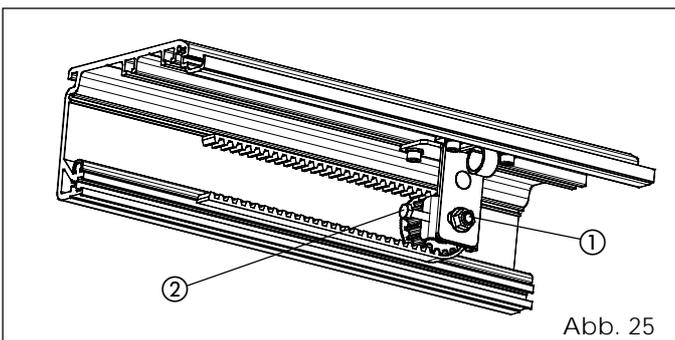

Abb. 25
- Die Mutter (Abb. 25 - Bez. ①) lockern.
- Den Bolzen (Abb. 25 - Bez. ②) fest ziehen, um den Riemen zu spannen oder aufschrauben, um den Riemen zu lockern.
- Nach der Regulierung der Spannung die Mutter (Abb. 25 - Bez. ①) festziehen.